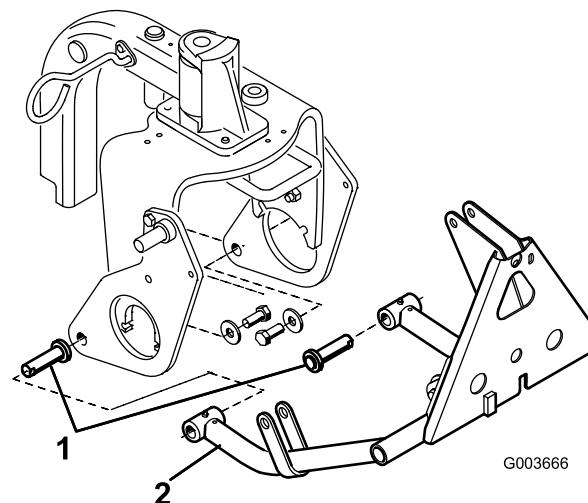

Figura 14
3. Introduzca un pasador cilíndrico en el tubo de cada brazo de empuje como se muestra en la Figura 14.
4. Introduzca los tubos de los brazos de empuje en las chapas laterales derecha e izquierda, alineando las guías de los pasadores cilíndricos con los taladros de las chapas laterales (Figura 14).
5. Monte el pasador de cilindro en cada chapa lateral con un perno (5/8" x 1½") y una arandela (1,68" DE x 0,65" DI), según se muestra en Figura 14.